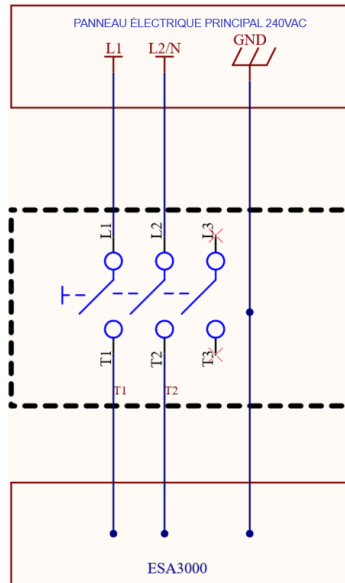

Figure 24 Schéma électrique de l'interrupteur-sectionneur
- b. La Figure 24 illustre le schéma électrique à suivre pour alimenter chaque ESA-3000. Le côté *Charge* est déjà branché par ESA, l'électricien accrédité doit brancher le côté *Alimentation* en suivant le schéma électrique de la Figure 24.